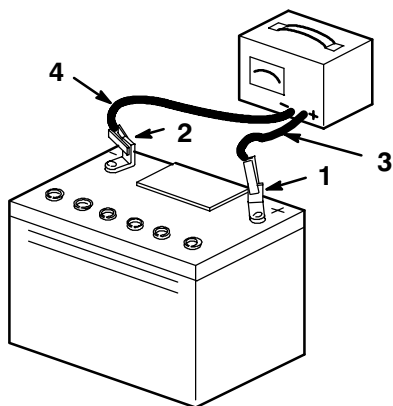

Figure 5
5. Chargez la batterie pendant 10 à 15 minutes entre 25 et 30 A, ou pendant 30 minutes entre 4 et 6 A (Fig. 5).
6. Quand la batterie est chargée au maximum, débranchez le chargeur de la prise, puis débranchez les fils du chargeur des bornes de la batterie (Fig. 5).